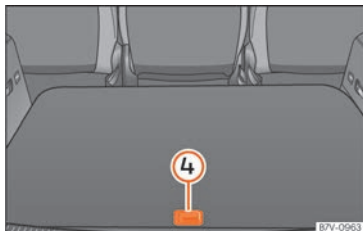

Fig. 192 Autres rangements dans le plancher du coffre.
Ouvrir le rangement arrière » fig. 192 (4) :	▷ Levez la partie arrière du plancher du coffre grâce à la poignée.